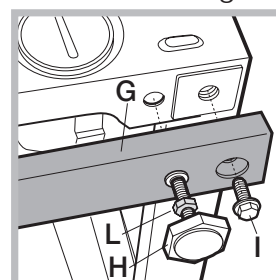

Fig. 11
- los 2 travesaños (**G**); las 4 patas (**H**); los 4 tornillos (**I**); las 4 tuercas (**L**), actuando del siguiente modo (*fig. 11*): extraer las 4 patas originales, colocar un travesaño **G** en la parte delantera de la lavadora, fijarlo con los tornillos **I** (enroscándolos en los orificios donde estaban montadas las patas originales), luego introducir las nuevas patas **H**.